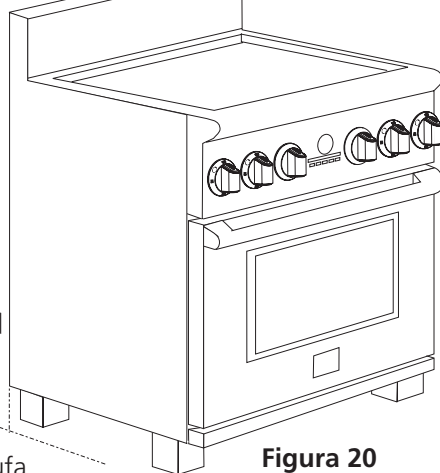

Figura 20
5. Quite la plantilla y coloque los soportes en piso (véase figura 20). Alinee los agujeros en soporte con las marcas en piso y una el soporte usando los 2 tornillos proporcionados. El soporte se debe asegurar al piso sólido. Si se ajusta a un piso concreto, primero taladre agujeros con un diámetro de 3/16" (4.8 milímetros) usando un taladro de la albañilería.